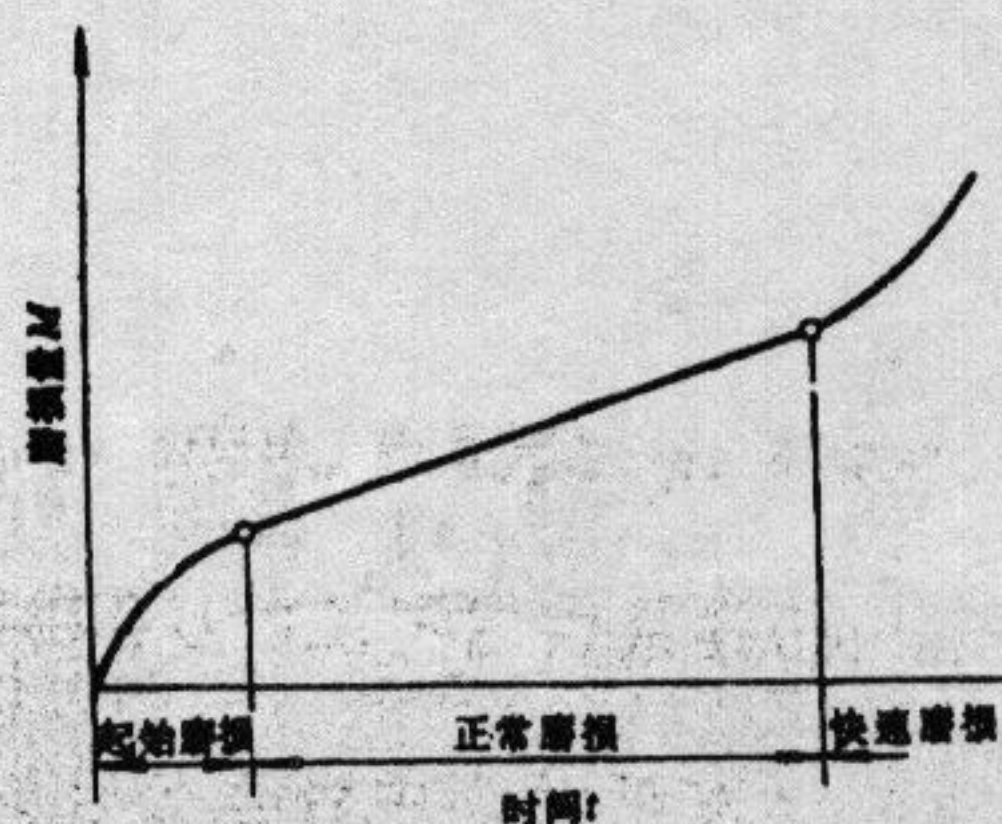

图 4
- (4) 由于零件表面存在微观不平度 (即粗糙度), 当两个零件表面相互接触并作相对运动时, 在不同磨损阶段其磨损速度是不同的 (如图 4 所示)。请分别定性分析为什么在起始阶段、正常磨损阶段及快速磨损阶段磨损速度不同。
- (5) 为什么精密零件 (如精密丝杠) 在加工过程中不允许采用冷校直的方法校直工件? 若其需要校直应采用什么方法来校直?